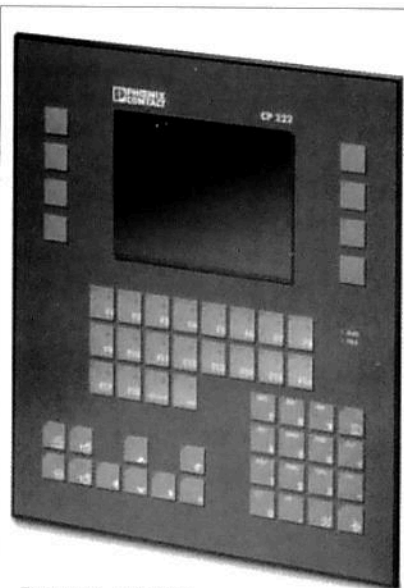

Figura 22 - Interface Homem Máquina da Phoenix Contact.
- Interface Homem Máquina (**figura 22**);